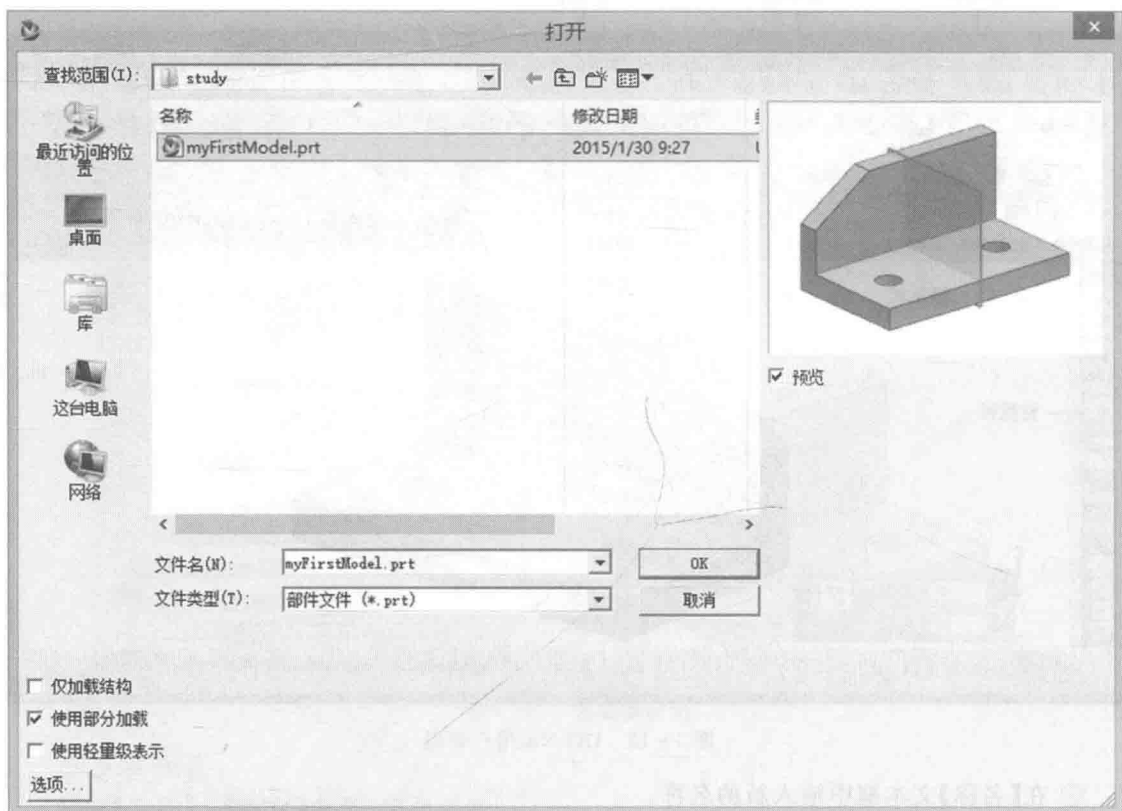

图 1-13 【打开】对话框
③ 在【名称】文本框中输入新的名称。
④ 在【文件夹】文本框中输入指定目录,或单击【浏览】按钮以选择目录。
⑤ 选择单位为【毫米】。
⑥ 完成新部件的定义后,单击【确定】按钮。
(2) 打开文件
① 选择【文件】|【打开】命令或单击【标准】工具栏上的【打开】按钮,出现【打开】对话框,如图 1-13 所示。
② 【打开】对话框显示所选文件的预览图像。使用该对话框可预览文件的内容,而不用先在 NX 中打开它们,以免打开不需要的文件。双击要打开的文件,或从文件列表框中选择文件并单击【OK】按钮。
③ 如果知道文件名,在【文件名】文本框输入文件名称,然后单击【OK】按钮。如果 NX 不能找到该文件名称,则会显示一条出错消息。
(3) 保存文件